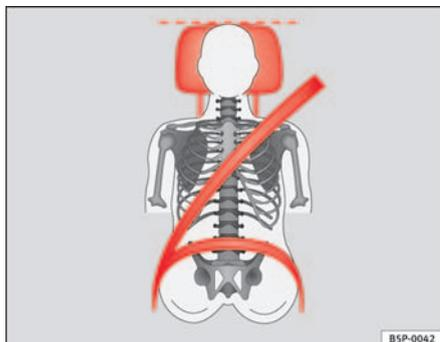
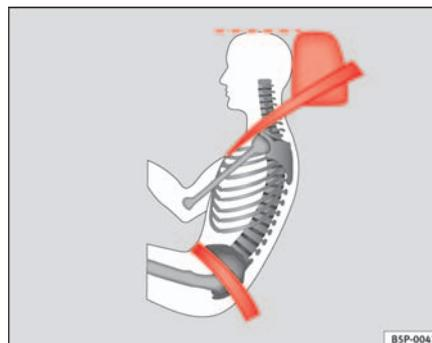

Fig. 92 Vue de face : appuie-tête convenablement réglé et ceinture correctement ajustée
Fig. 93 Vue de côté : appuie-tête convenablement réglé et ceinture correctement ajustée
- Ajustez l'appuie-tête de sorte que le bord supérieur de celui-ci soit à la même hauteur que la partie supérieure de la tête, et au minimum à la hauteur des yeux. ⇒ fig. 92 et ⇒ fig. 93.